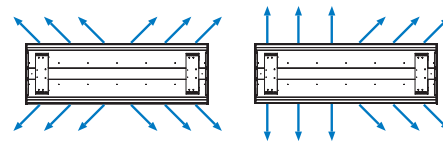
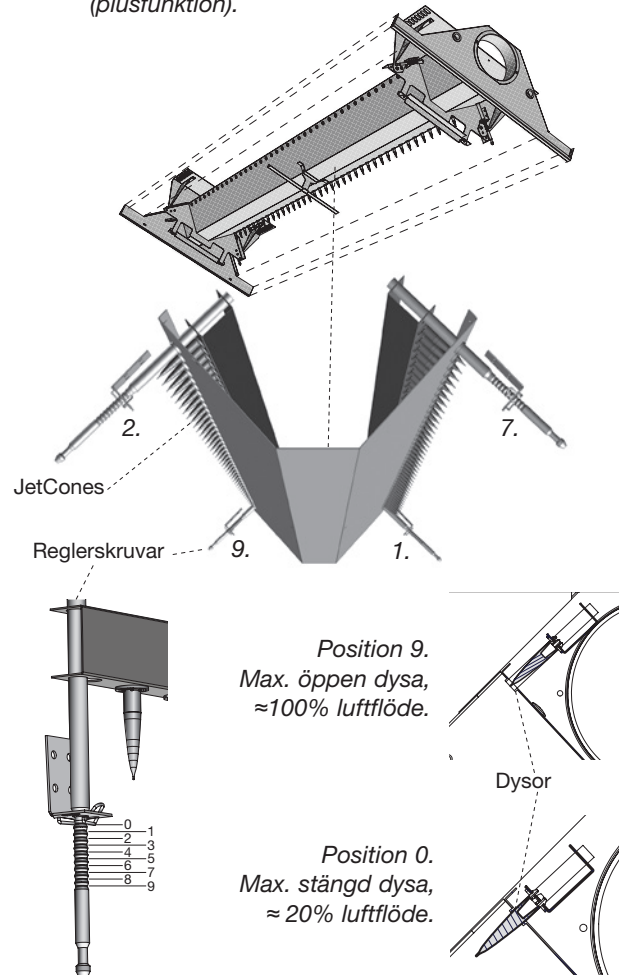

Bild 4. Olika möjligheter för inställning av AirGuide (plusfunktion).
Bild 5. Lindabs JetCone-system för justering av luftmängd.
*Exempel: I ett kontorslandskap är ett antal Premax-bafflar installerade. Ett separat kontorsrum skall byggas in i lokalen. För att klimatet skall bli optimalt måste luftmängd och luftspridning justeras på den Premax-baffel som byggs in i det nya rummet (se bild 5). Vill man rikta luften i en speciell riktning kan man även justera till en asymmetrisk spridningsbild (se bild 4). För mer information, se [www.lindQST.com](http://www.lindQST.com).*